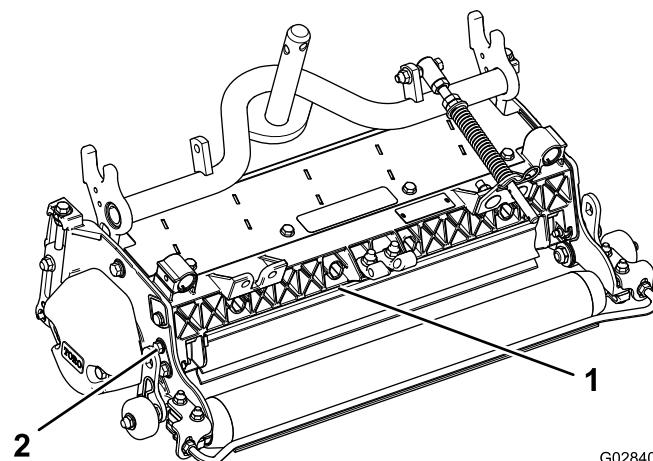

Figure 10
2. Tournez le déflecteur d'herbe à la position de réglage voulue et serrez les boulons (Figure 10).
1. Desserrez les boulons sur le pivot du déflecteur d'herbe (Figure 10).